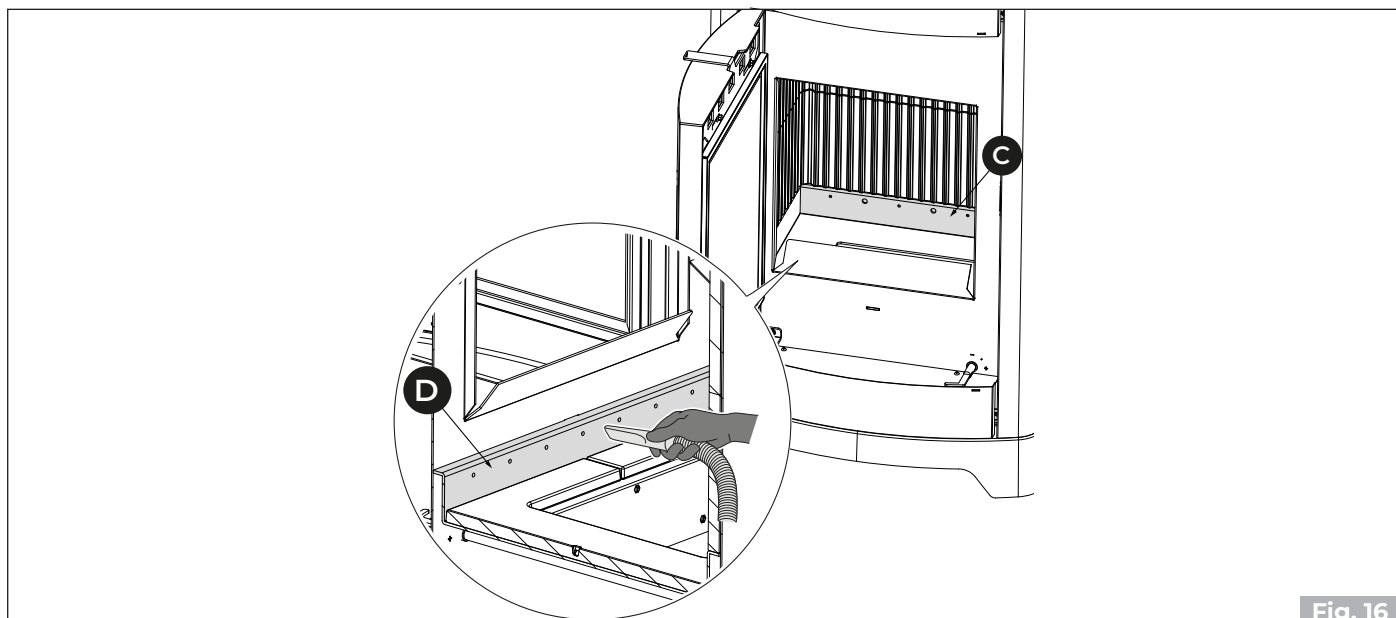

Fig. 16
- 3) Aspirare i fori posteriori (C) e anteriori (D - ove previsti) del distributore aria comburente al fine di evitare eventuali accumuli di cenere (Fig. 16).